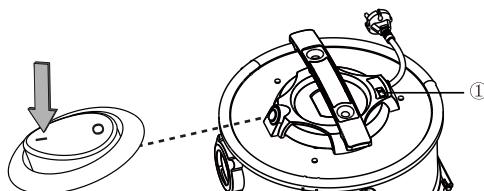

Fig. 7
- Starta motorn genom att ställa strömbrytaren på läget "I" (Fig. 7).
Asksugaren har en nivåindikator (①). Om nivåindikatorn visar en röd stapel ska behållaren och filtren tömmas och rengöras (Fig. 7). Den röda steln indikerar att filtret är mycket smutsigt. Det kan inträffa innan behållaren är full. Då måste du knacka på filtret för att rensa det igen.